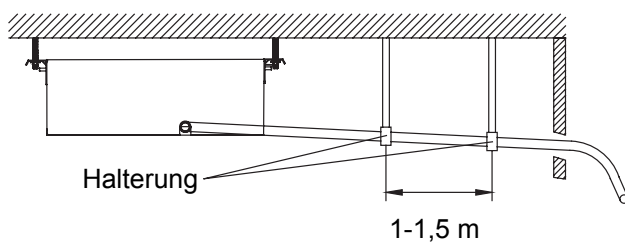

Abb. 24
3. Bei einem zu langen Ablaufschlauch installieren Sie Halterungen (siehe Abb. 24).